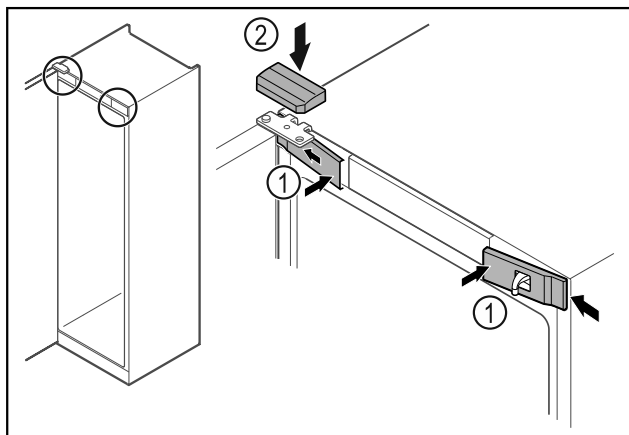

Fig. 42
- Accrocher les caches avant Fig. 42 (1) par les côtés et les enclencher.
- Insérer le cache supérieur Fig. 42 (2) par le haut.